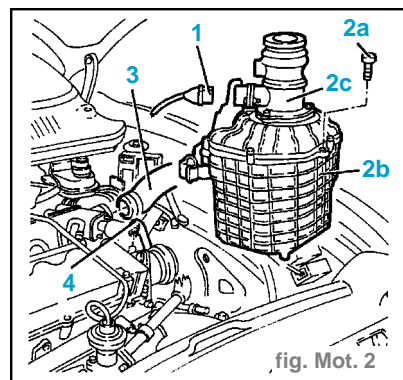

fig. Mot. 2
- (2) du dispositif d'avec le tube rigide d'entrée du liquide à la pompe à eau.
- Désassembler la jonction intermédiaire (3) de la tubulure de retour au réservoir de liquide de refroidissement moteur.
- Désassembler le manchon supérieur (4) d'entrée du liquide de refroidissement au radiateur d'avec le thermostat.
- Débrancher la connexion électrique (1) depuis le débitmètre d'air. (fig. Mot. 2)
- Désassembler le manchon d'amenée d'air (3) d'avec l'échangeur de chaleur au collecteur d'admission côté collecteur d'admission.